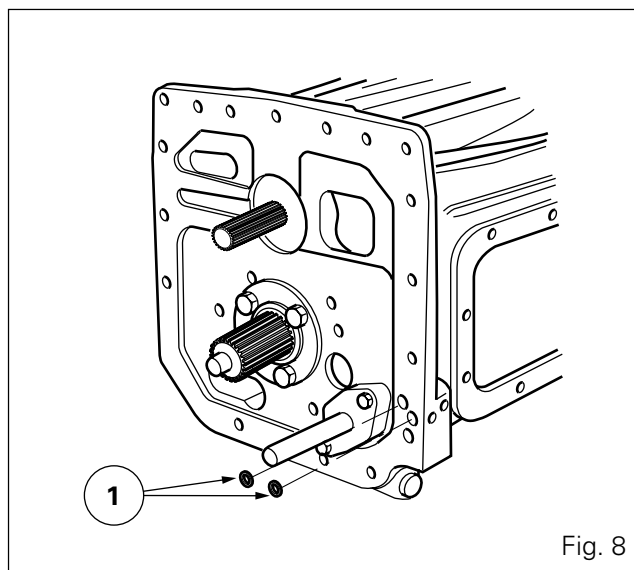

Fig. 8
3376935M91 - Jeu de bouchons pour raccords air conditionné (Fig. 8)
29. Remplacer les joints toriques (1) des canalisations Lièvre/Tortue (Fig. 8).